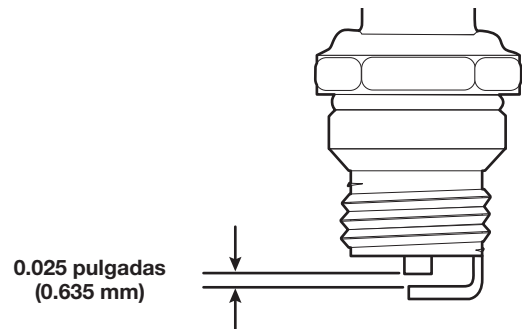

Fig. 36
4. Use un calibrador de separación para ajustar una separación de aire de **0.025 pulgadas (0.635 mm)** (Fig. 36).